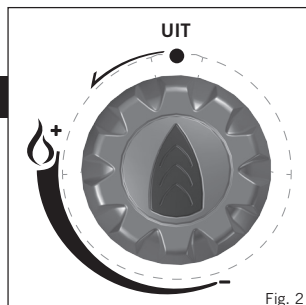

Fig. 2
- Voordat de gastoevoer aangesloten wordt, eerst controleren of de gaskraan van het toestel in de uit stand staat door de bedieningsknop helemaal rechtsom te draaien (zie Fig. 2).